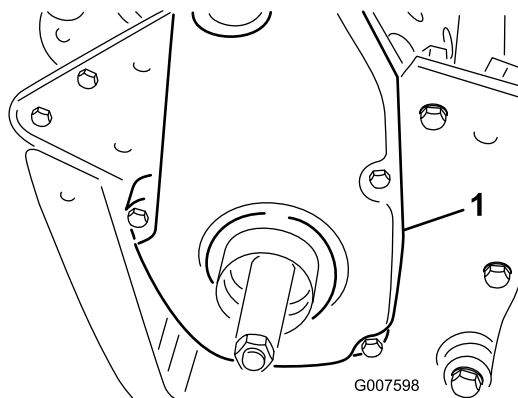

Figura 50
6. Retire a cobertura traseira da correia do lado direito da máquina (Figura 50).